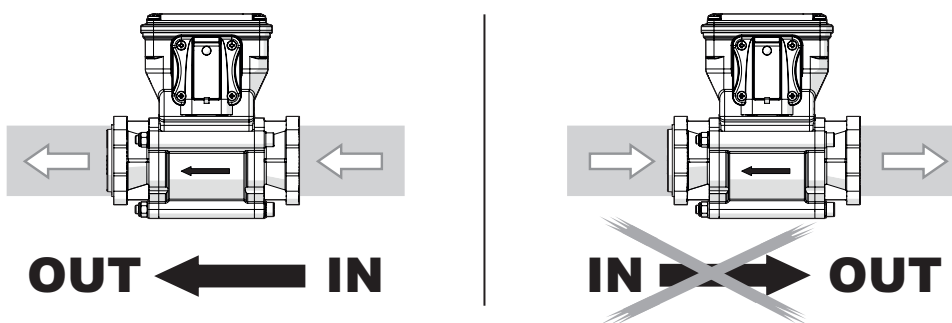

Fig. 6
- Respetar la correcta dirección de entrada-salida del líquido, como indica la flecha impresa en el cuerpo del caudalímetro (Fig. 6).